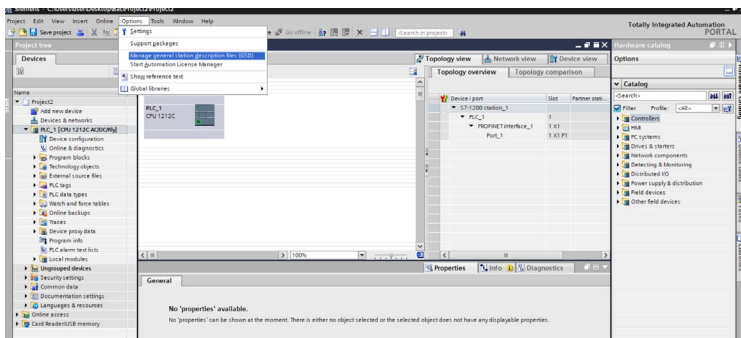
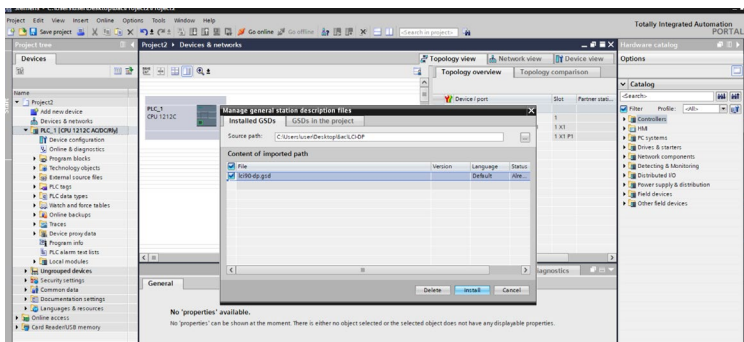

Рисунок 7 – Путь для установки GSD-файла
Рисунок 8 – Установка GSD-файла
3. В меню «Options» выбрать «Manage general station description files (GSD)» (рисунок 7), после чего выбрать файл GSD, предварительно скачав его на сайте [www.instart-info.ru](http://www.instart-info.ru) в разделе «Поддержка и сервис» - «Документация»-«Преобразователи частоты серии LC1», для установки нажать кнопку «Install» (рисунок 8). После загрузки закрыть окно при помощи кнопки «Close».